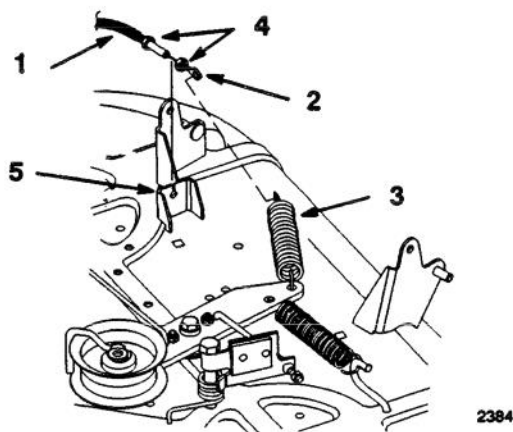

Figure 39
5. Décrocher l'extrémité à anneau du câble de commande des lames (PDF) du ressort de la poulie de renvoi (Fig. 39).
6. Enlever l'écrou de blocage du câble du support de montage. Sortir le câble du support (Fig. 39).